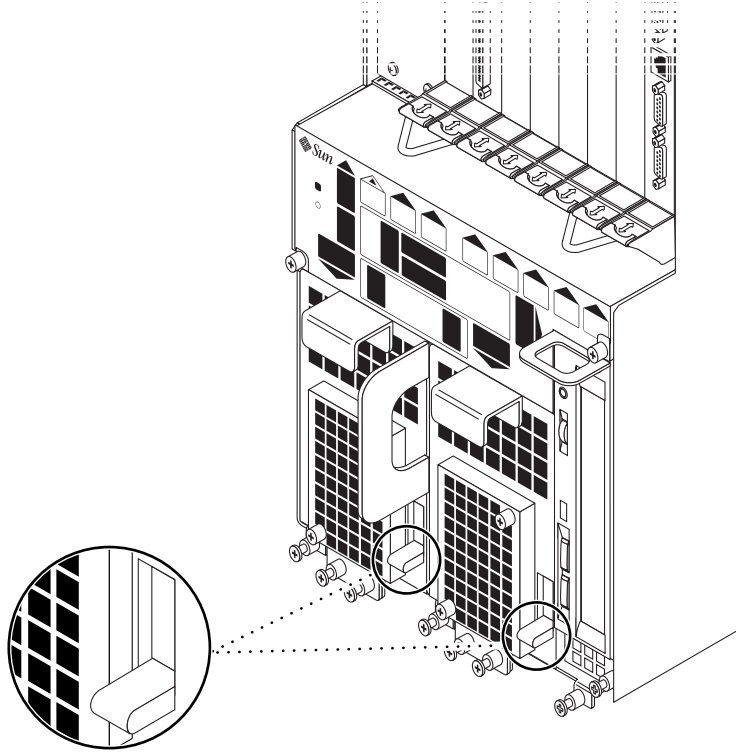
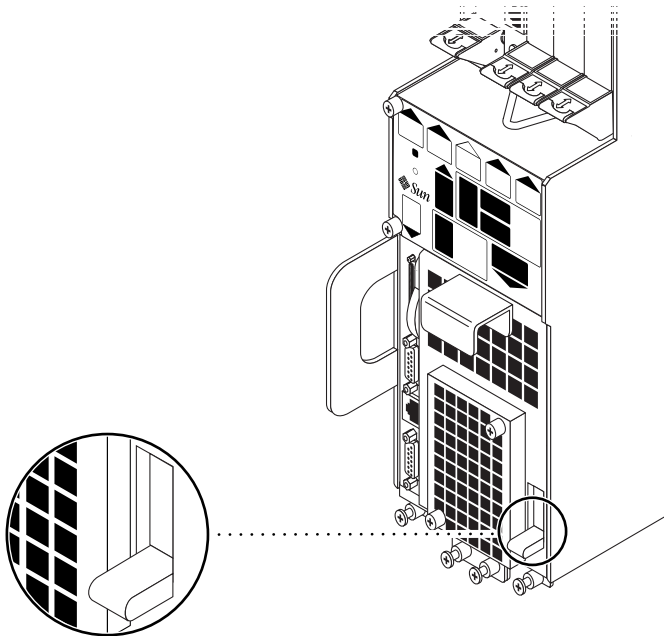

ABBILDUNG 6-1 Lage des Sperrmechanismus der Stromversorgungseinheiten beim Netra ct 800 Server
ABBILDUNG 6-2 Lage des Sperrmechanismus der Stromversorgungseinheiten beim Netra ct 400 Server
ABBILDUNG 6-1 zeigt, wo sich die Sperrmechanismen der beiden Stromversorgungseinheiten des Netra ct 800 Servers befinden, und ABBILDUNG 6-2 zeigt, wo sich der Sperrmechanismus der Stromversorgungseinheit des Netra ct 400 Servers befindet. Achten Sie darauf, dass Sie beim Einschalten eines Netra ct 800 Servers *beide* Stromversorgungseinheiten sperren.
6. Wenn Sie den Netra ct Server vollständig abschalten möchten, drücken Sie den violetten Sperrmechanismus der Stromversorgungseinheit(en) nach oben in die entsperre (Ⓢ) Position (siehe ABBILDUNG 6-1 auf Seite 133 für den Netra ct 800 Server bzw. ABBILDUNG 6-2 auf Seite 134 für den Netra ct 400 Server).
7. **Wenn Sie den Netra ct Server vollständig abschalten möchten, drücken Sie den violetten Sperrmechanismus der Stromversorgungseinheit(en) nach oben in die entsperrte (Ⓢ) Position (siehe ABBILDUNG 6-1 auf Seite 133 für den Netra ct 800 Server bzw. ABBILDUNG 6-2 auf Seite 134 für den Netra ct 400 Server).**